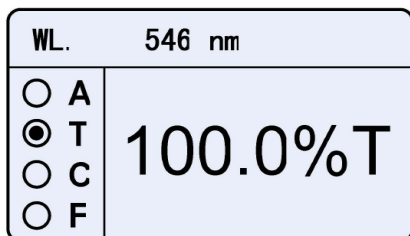

Fig. 4-4
- 1) Press  to choose the «T» mode (Fig. 4-4).